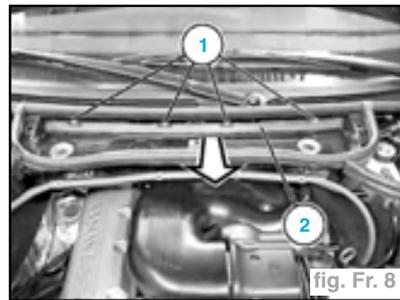

fig. Fr. 8
- Retirer les vis (1) et déposer le boîtier du filtre à poussière (2) par l'avant (fig. Fr. 8).